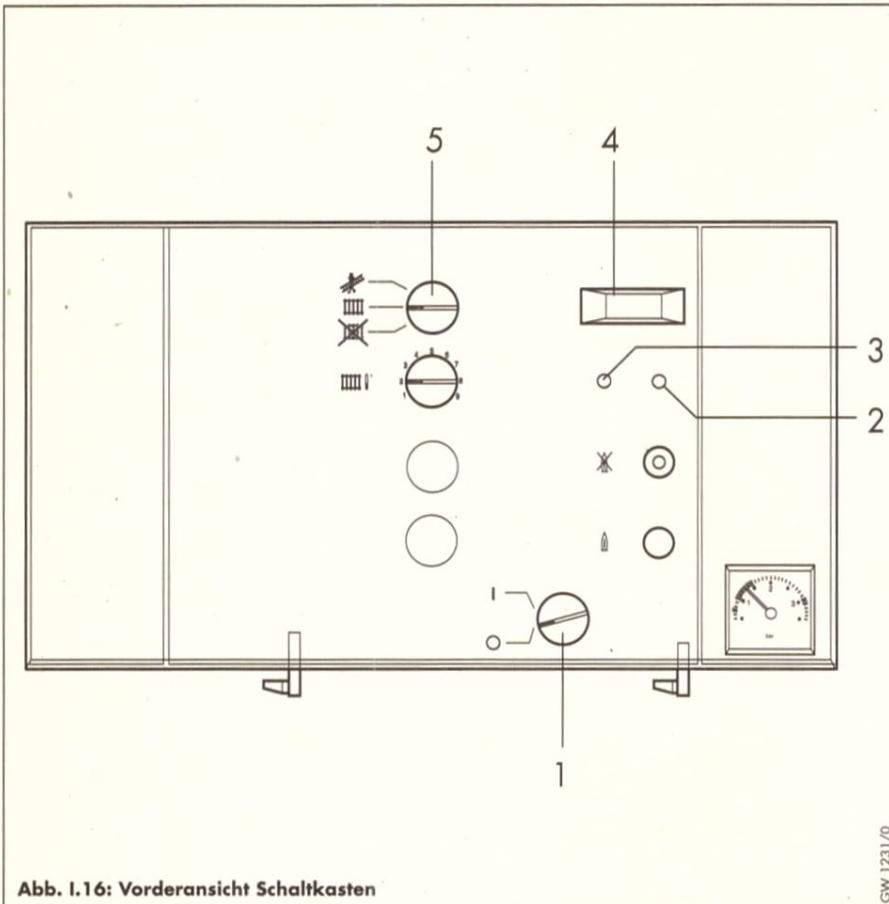

Abb. I.16: Vorderansicht Schaltkasten
- Drücken Sie die beiden Taster (2 und 3, Abb. I.16) gleichzeitig. Im Display erscheint „d.1“.
- Drücken Sie jetzt den rechten Taster (2), wird die aktuelle Pumpenbetriebsart angezeigt.
- Sie können die Betriebsart durch Betätigen des linken Tasters (3) ändern.
- Drücken Sie die beiden Taster (2 und 3, Abb. I.16) gleichzeitig.
- Drücken Sie jetzt den rechten Taster (2), wird die aktuelle Sperrzeit angezeigt.
- Sie können die Sperrzeit durch betätigen des linken Tasters (3) ändern.